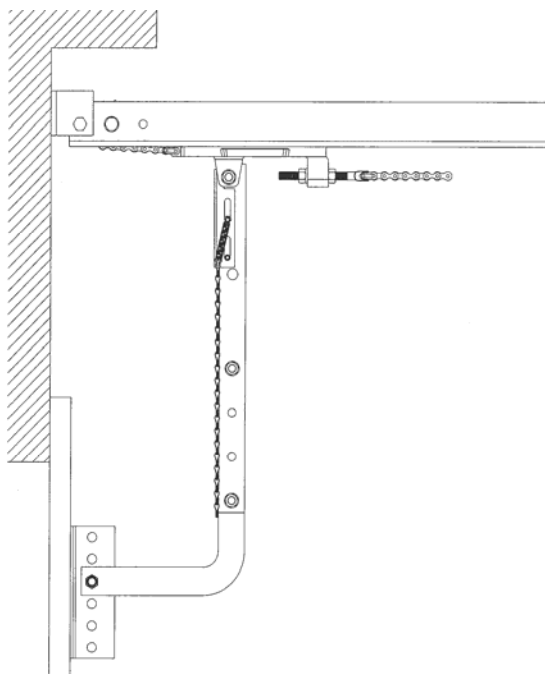

Figure 13 Position du bras d'ouverture
12. Le bras de la porte devrait toujours s'écarter légèrement une fois que la porte est fermée (Figure 13).